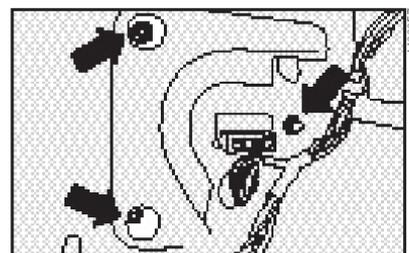

fig. 15
- 2) Usando uma chave em "L", retirar os parafusos e arruelas indicados pelas setas fig. 15.